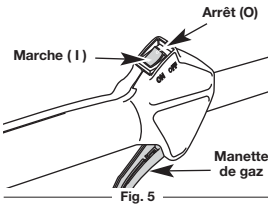

Fig. 5
REMARQUE : Il n'est pas nécessaire de faire démarrer la machine. La commande On/Off (Arrêt/Marche) est en position ON (I) en permanence (Fig. 5).
2. Appuyez sur la commande Marche/Arrêt Stop et maintenez-la en position ARRÊT (O) jusqu'à ce que le moteur s'arrête complètement (Fig. 5).